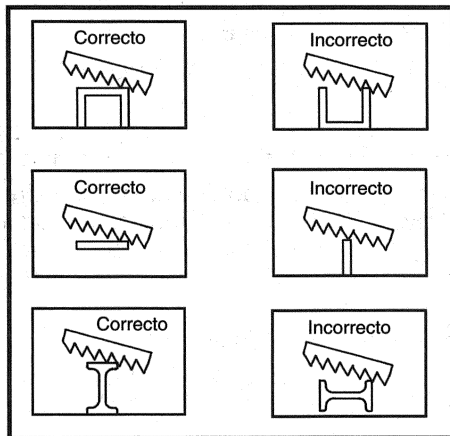

Fig. 6
8. La Fig. 6 indica las posiciones correctas para varias formas (perfiles).